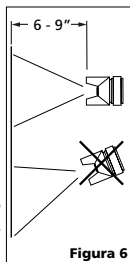

Figura 6
- Comience a rociar. Siempre mantenga la pistola en los ángulos correctos con el movimiento de la muñeca para pintar. (Vea la Figura 6).